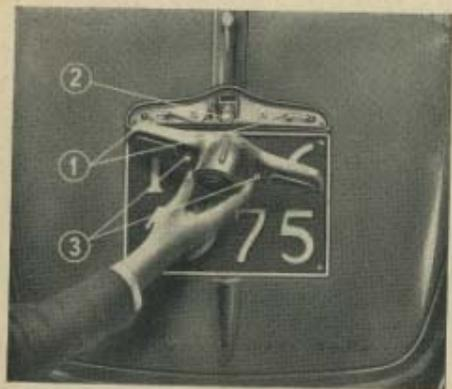

Fig. 37. - Smontaggio del fanalino posteriore.
Per sostituire le lampadine del fanalino posteriore illuminazione targa, e segnalatore d'arresto è sufficiente togliere le due viti (3) che fissano il corpo del fanalino alla scocca come indicato nella fig. 37.